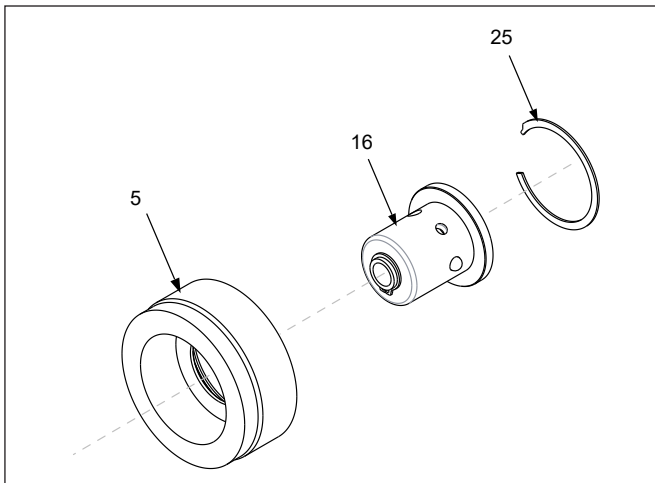

Abbildung 24: Explosionsansicht Montage der Halterung der Drucktaste
7.3.5 Aus- und Einbau der Halterung der Drucktaste des Antriebseinsatzes (Abb. 24)